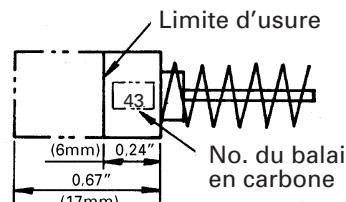

Fig. 17
## 2. Inspection des balais en carbone (Fig. 17)
**REMARQUE:** Utiliser le balai en carbone HITACHI No. 43 indiqué sur la figure 17.